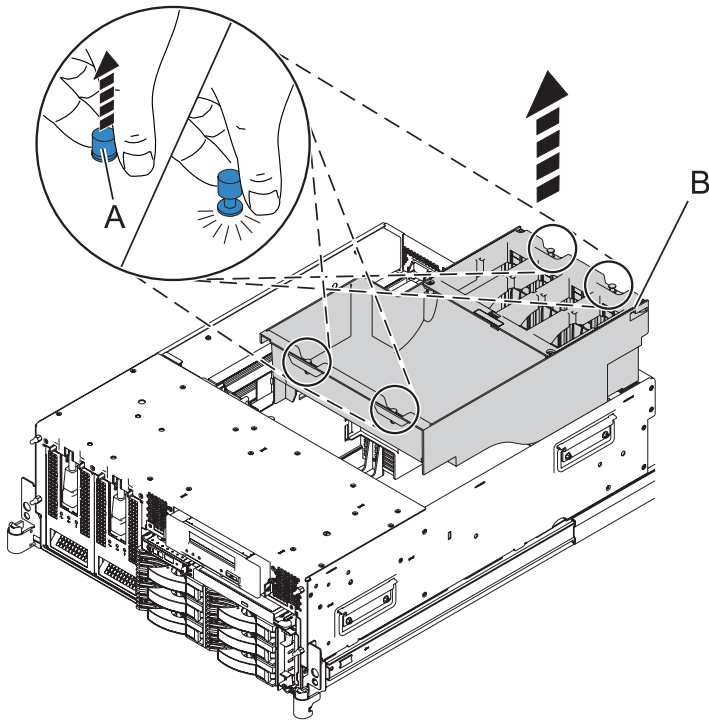

Figure 11. Retrait du capot de ventilation d'un système 03E/4A
- 2) Pour retirer le capot de ventilation (**B**), soulevez chacune des quatre pattes (**A**) pour libérer le capot et soulevez le capot pour le retirer du système, comme indiqué dans la figure 11, à la page 18.